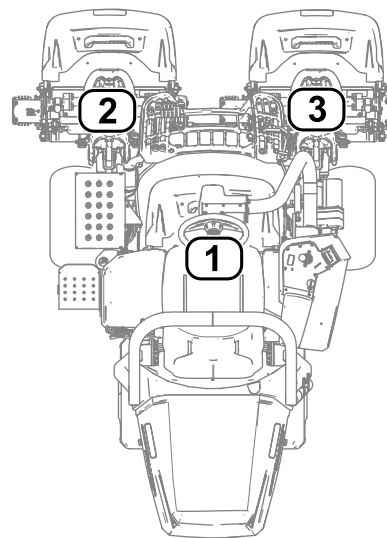

Figure 35
- 1 correspond à l'unité de coupe centrale (Figure 35)
- 2 correspond à l'unité de coupe avant gauche (Figure 35)
- 3 correspond à l'unité de coupe avant droite (Figure 35)